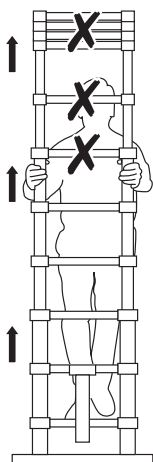

Fig. 2
- c. Nunca se ponga de pie sobre los escalones superiores (Fig. 2).